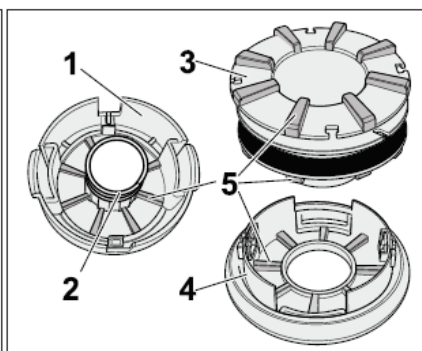

Fig. 13
- Limpar a caixa da bobina (1), (Fig. 13), a mola (2) e a bobina (3) com a respectiva tampa (4). Para limpar, utilizar um pano limpo.
- Verifique o desgaste dos dentes de ligação (5), (Fig. 13) na caixa da bobina (1), na bobina (3) e na respectiva tampa (4). Se necessário, substituir as peças danificadas.